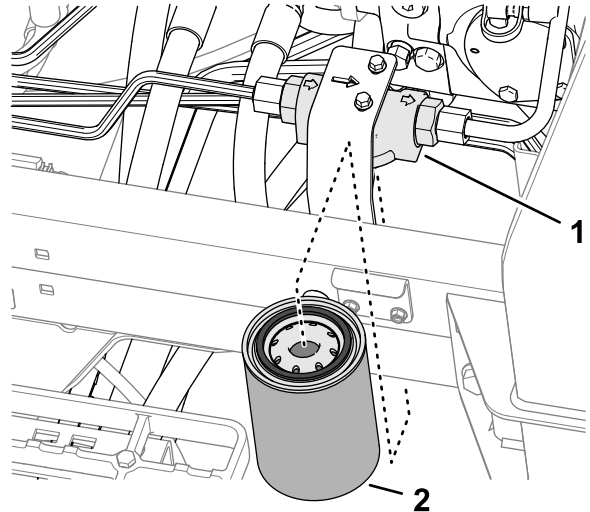

Figure 146
3. Placez un bac de vidange sous le filtre de charge, sur le côté gauche de la machine (Figure 146).